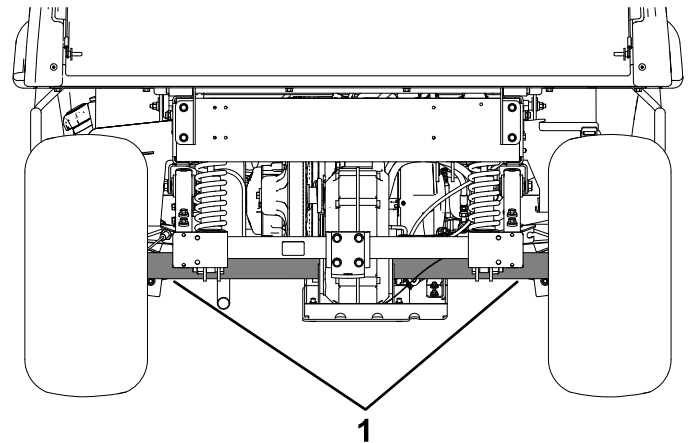

Figura 19
- El punto de elevación de la parte trasera de la máquina está situado debajo de los tubos del eje (Figura 19).